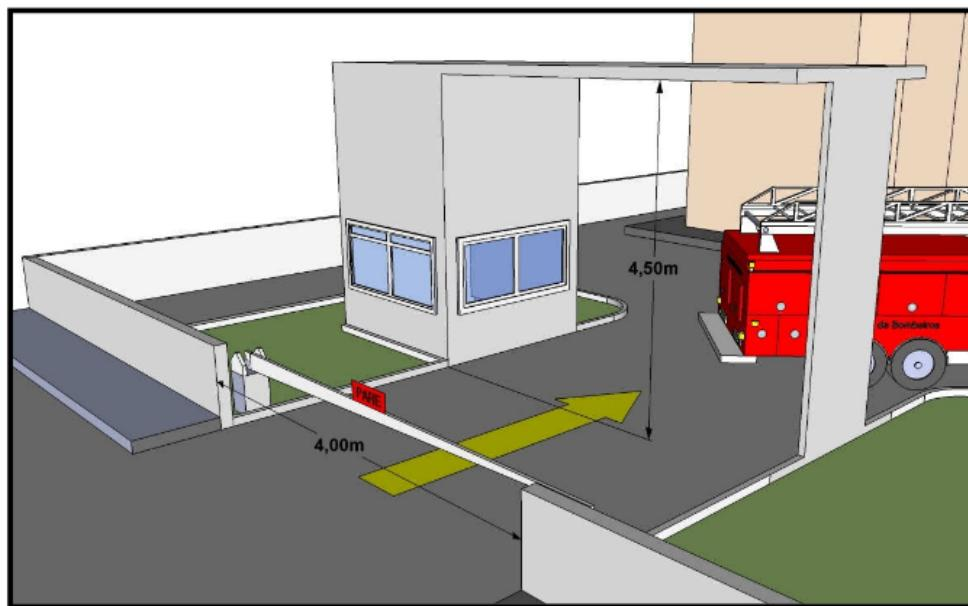

Figura 2 – Largura e altura mínimas do portão de acesso à edificação
5.1.5 O portão de acesso (quando houver) deve ter as seguintes dimensões mínimas (Figura 2):